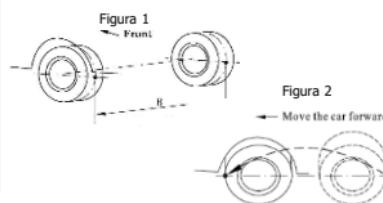

Figura 1
1. Alinhe as rodas dianteiras do veículo, marque os pontos centrais dianteiro e traseiro dos pneus e meça a distância B entre as marcas dos pneus esquerdo e direito. Consulte a Figura 1.